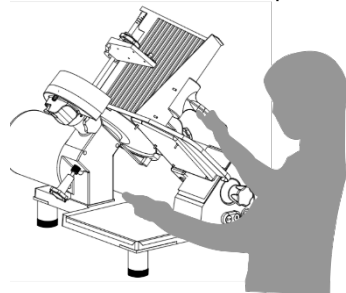

FIG 6. POSICIÓN DE TRABAJO
5.- Encienda el equipo presionando el interruptor (7), la luz piloto se encenderá avisando que el equipo está operando.
6.- Tome la posición correcta de trabajo a un lado de la rebanadora (Fig. 6), y ahora Ud. ya puede comenzar a rebanar el producto; La plancha cuenta con un ángulo de 45° lo cuál facilita el deslizamiento del producto reduciendo el esfuerzo al operar. Mantenga siempre el disco afilado (2)
7.- Al finalizar, siempre apague (7) y desconecte el equipo. Como medida extra de seguridad, ajuste el recorrido de la plancha al mismo nivel que el disco de tal forma que cubra el filo del mismo y así prevenir algún incidente.
8.- Coloque el pisón (15) en su posición original por debajo del carro (4).